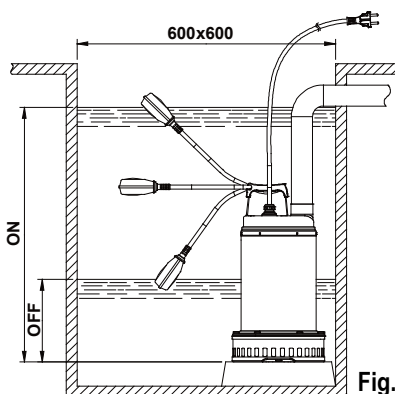

Fig.1
4.1 Nel caso in cui il fondo del pozzetto, dove la pompa dovrà funzionare, presentasse notevole sporcizia, è opportuno prevedere un supporto dove appoggiare la pompa al fine di evitare intasamenti (Fig.1)
2. Per la versione provvista di interruttore a galleggiante, accertarsi che quest'ultimo possa muoversi liberamente (vedi paragrafo REGOLAZIONE INTERRUOTORE A GALLEGGIANTE). Prevedere dei pozzetti di alloggiamento aventi **dimensioni minime** come indicato in Fig.1. Il pozzetto dovrà sempre essere dimensionato anche in relazione alla quantità d'acqua in arrivo ed alla portata della pompa in modo da non sottoporre il motore ad eccessivi avviamenti.